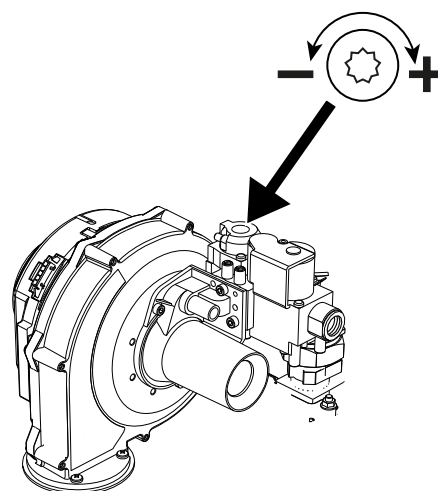

fig. 96- Șurubul de reglare a debitului minim OFFSET
- În cazul în care valorile nu corespund celor indicate, reglați CO₂ cu ajutorul șurubului de reglare, OFFSET (vezi fig. 96), aducându-le la valorile indicate.